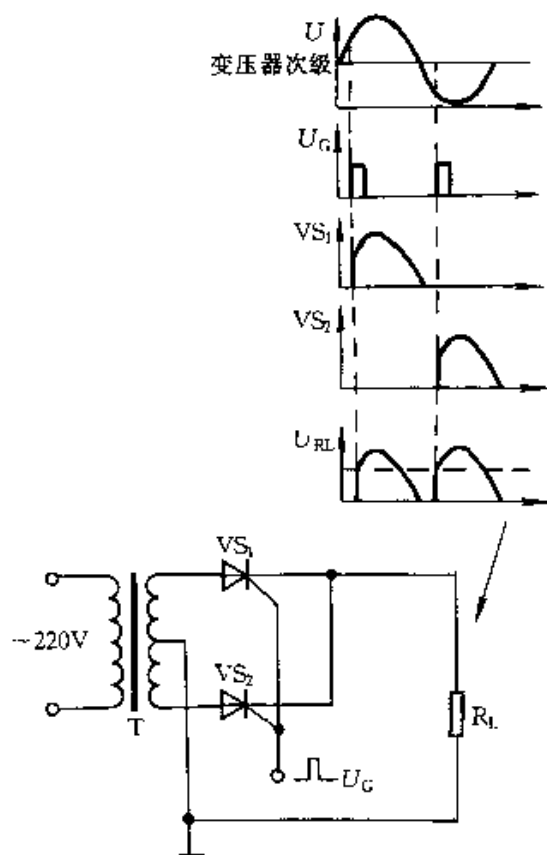

图 2-267
② 晶体闸流管可以用作可控整流,电路见图 2-267。只有当控制极有正触发脉冲时晶闸管才导通进行整流,而每当交流电压过零时晶闸管关断。改变触发脉冲在交流电每半周内出现的迟早,即可改变晶闸管的导通角,从而改变了输出到负载的直流电压的大小。